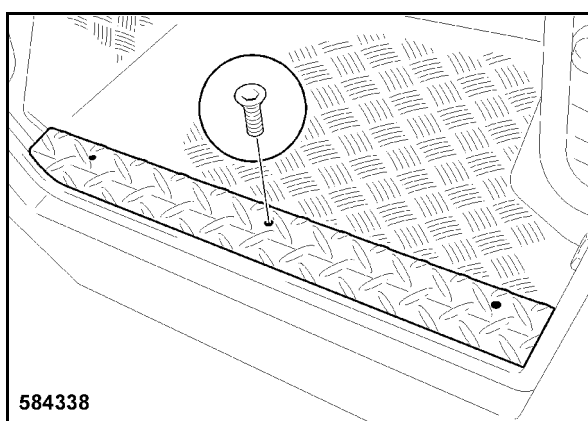

Fig. 186
- Colocar la chapa gofrada 1 (Fig. 186) y apretar los tres tornillos de fijación (2).